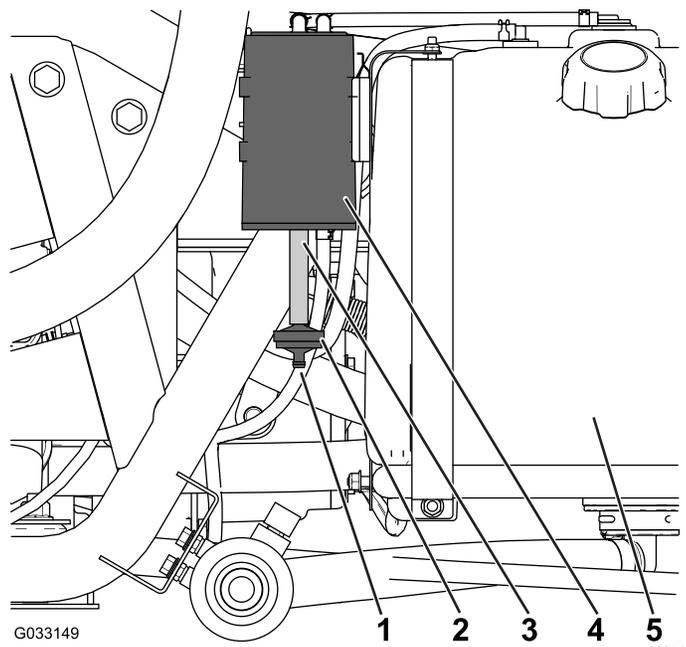

図 47
カーボンキャニスタのエアフィルタの開口部を点検し、汚れていないこと、ごみや異物や通気の障害になるものが入っていないことを確認する 図 47。
1. カーボンキャニスタの底部についているカーボンキャニスタ用フィルタのバンプ 鋸歯フィッティングをホースから外し、フィルタを外す 図 47。